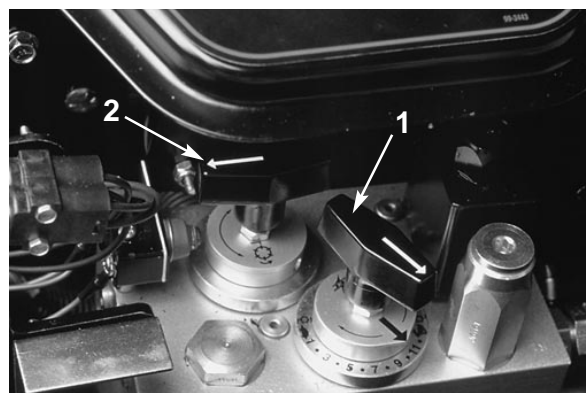

Figure 10
**Commande de vitesse des cylindres** (Fig. 10)—(située sous le couvercle de la console). Pour obtenir la vitesse
**Commande de rodage** (Fig. 10)—(située sous le couvercle de la console). Tourner le bouton dans le sens des aiguilles d'une montre pour roder les lames et dans le sens contraire des aiguilles d'une montre pour tondre. Ne pas modifier la position du bouton pendant que les cylindres tournent.